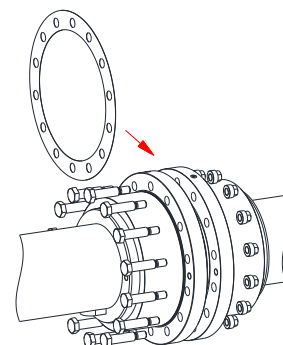

Bild 31
- Setzen Sie die Flachdichtung (Bauteil 5) ein und verschrauben Sie die Hülzen bzw. Hülse und Flanschnabe mit Hilfe der Sechskant-Passschrauben (Bauteil 3) und Muttern (Bauteil 4), unter Beachtung der vorgeschriebenen Anziehdrehmomente (siehe Tabelle 9) (siehe Bild 31).